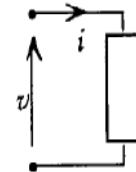

Fig. E.1
b) Pour un dipôle (figure E.1), les grandeurs électriques instantanées sont: